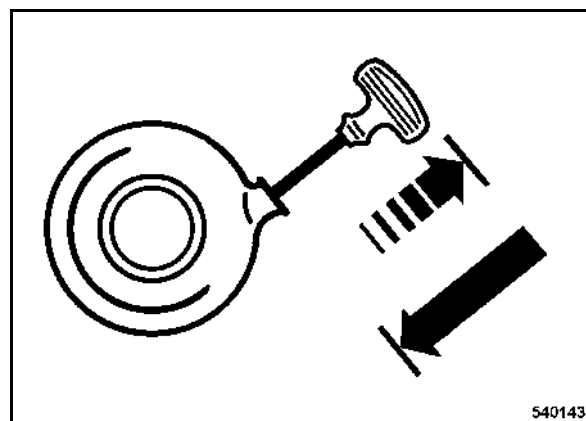

fig. 26
- Tirer la poignée de lancement (fig. 26) jusqu'à ce qu'une résistance se fasse sentir.